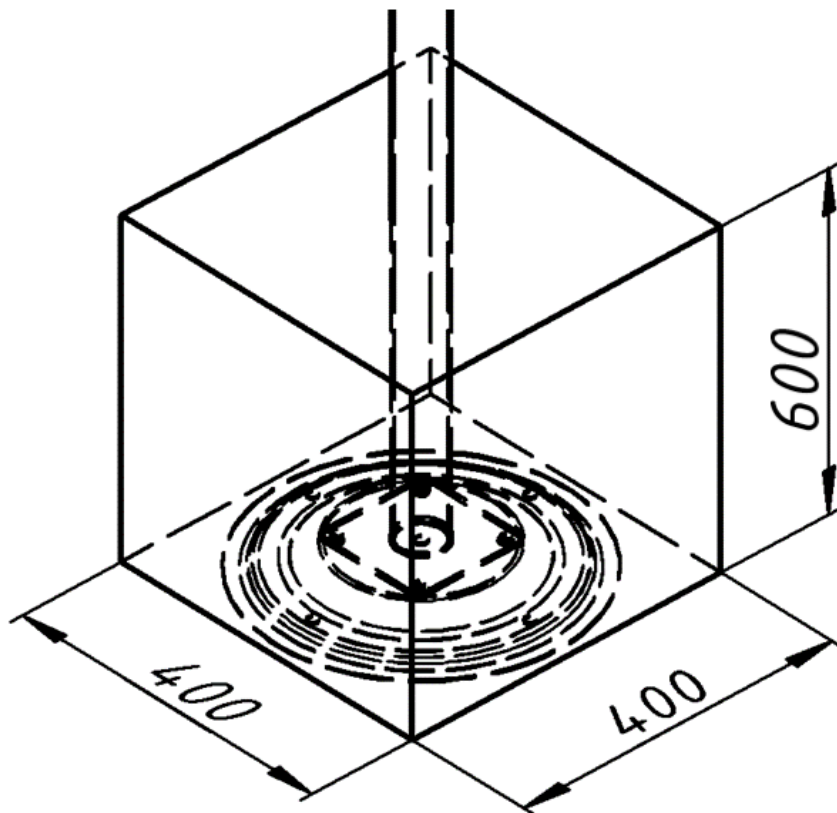

Рис. 5 Размеры отдельно стоящих бетонных блоков.
- 24.1. Разметить участок для установки оборудования в соответствии с габаритами зоны приземления (Рис. 2). Снять верхний слой грунта по всей зоне приземления на глубину 425 мм. Затем вырыть ямы под опорные стойки для установки опалубки. Установить в ямы опалубку согласно схеме бетонирования (Рис. 4) и размерам бетонных блоков (Рис. 5). С помощью нивелира обеспечить один уровень всем поверхностям основания.